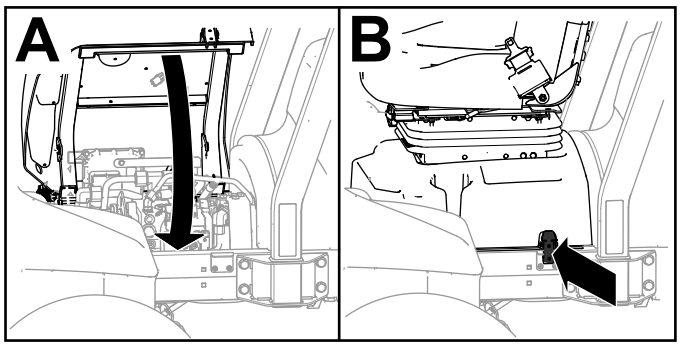

Bild 32
3. Klappen Sie den Sitz und das Sitzunterteil zu (und verriegeln (A in Bild 32)).
4. Verriegeln Sie das Sitzunterteil (B von Bild 32).